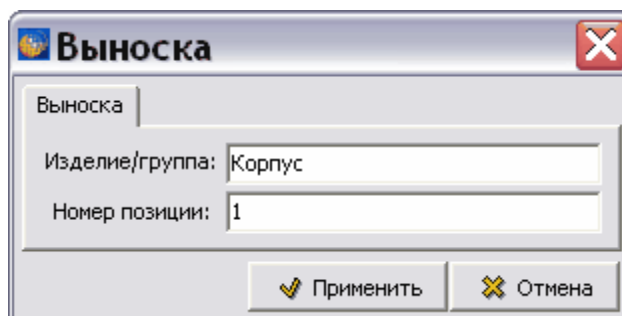

Рис. 6.78
2. Нажмите на неё правой кнопкой мыши и выберите пункт **Свойства**. При этом появится диалоговое окно **Выноска** (Рис. 6.78).